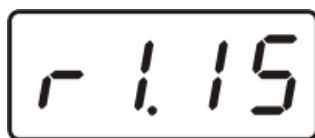

Рисунок 5.1 Индикация версии внутреннего программного обеспечения
- 5.5 При включении газоанализатора на его экране индицируется версия внутреннего ПО, см. Рисунок 5.1